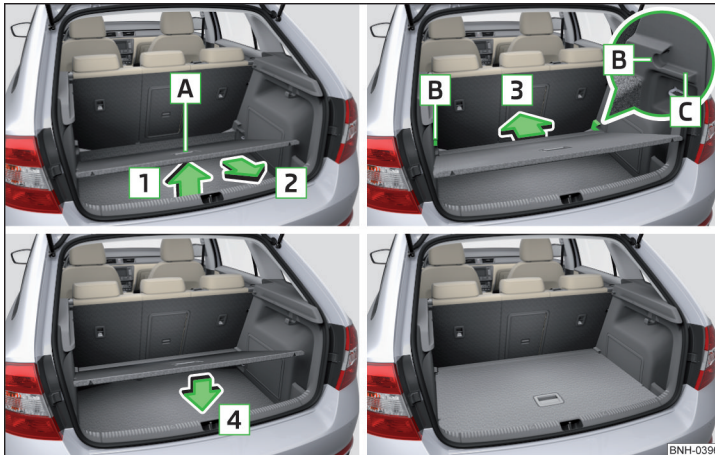

Abb. 85 Variablen Ladeboden in die obere Position einstellen
- Den variablen Ladeboden am Griff **A** » Abb. 85 fassen.